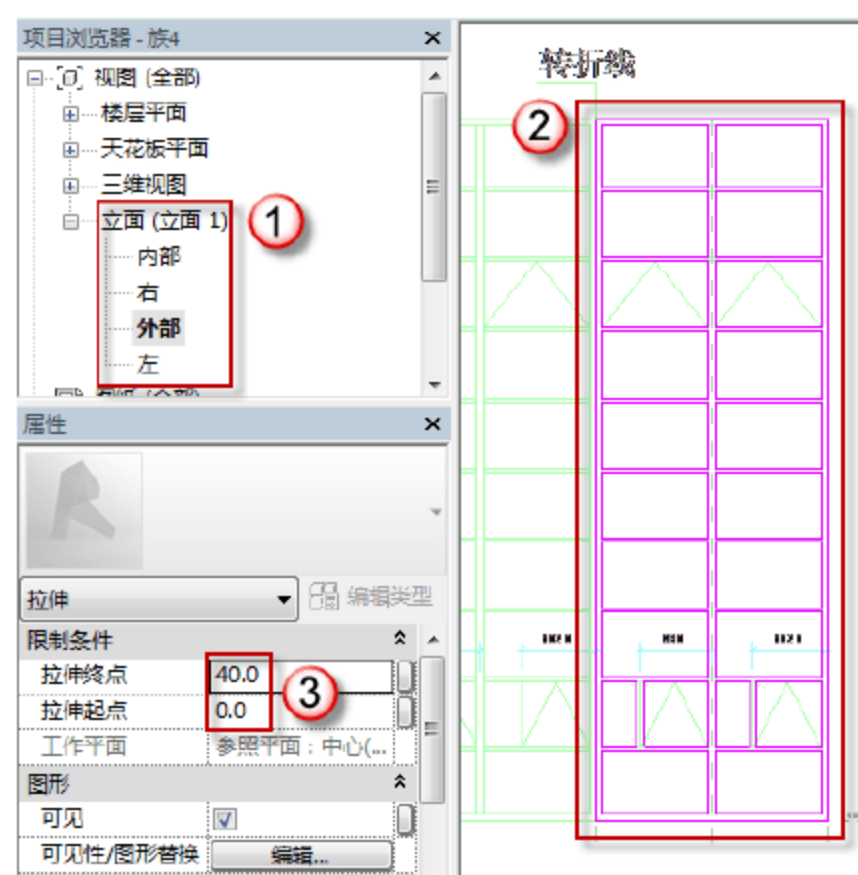

图 7.2.30 绘制窗框拉伸
(5) 绘制 MQ7196 窗框。选择“创建”→“拉伸”命令，进入“修改|编辑拉伸”界面，用菜单中的绘制工具绘制窗框，如图 7.2.30 所示。修改 MQ7196 窗框的位置及厚度，在“属性”面板中，在“拉伸终点”中输入“40”字样，在“拉伸起点”中输入“0”字样。完成后，单击√按钮完成绘制。